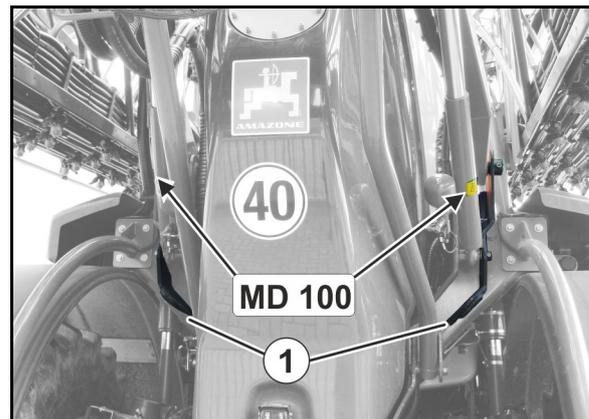

Fig. 5
- Dos puntos de amarre traseros (Fig. 5/1)